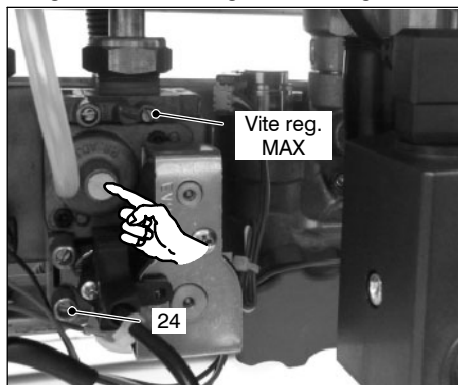

fig. 7.6
Dopo ogni misurazione delle pressioni gas, **richiudere bene** le prese di pressione utilizzate (24 in fig. 7.6). Dopo ogni operazione di regolazione gas **gli organi di regolazione della valvola devono essere sigillati**.
- 2 A caldaia spenta (fuori servizio), controllare la pressione di alimentazione utilizzando la presa 24 in fig. 7.6 e confrontare il valore letto con quelli riportati nella tabella **Pressioni di alimentazione gas** a pag. 12, 14
- 13 Confrontare il valore di  $\text{CO}_2$  letto sull'analizzatore fumi con quello nella tabella **Dati Tecnici** a pag. 12 o pag. 14 di  **$\text{CO}_2$  a Q.min.** Per tarare il  $\text{CO}_2$  della caldaia (pressione del gas al bruciatore) svitare il tappo in ottone e agire sulla vite a brugola  $\varnothing 4$  mm fig. 7.6
- 16 Se i due dati non coincidono agire sulla vite di **regolazione massimo** (fig. 7.6) della valvola gas e tarare il  $\text{CO}_2$  allo stesso valore riportato nella tabella **Dati Tecnici** a pag. 12 o pag. 14.